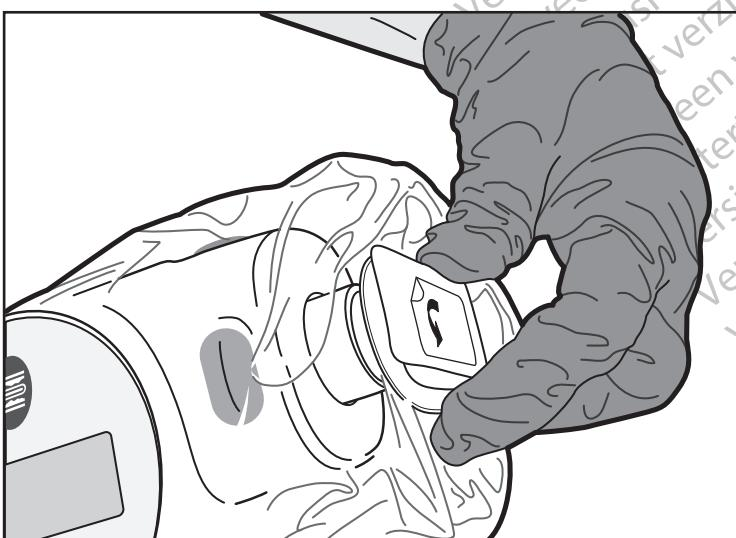
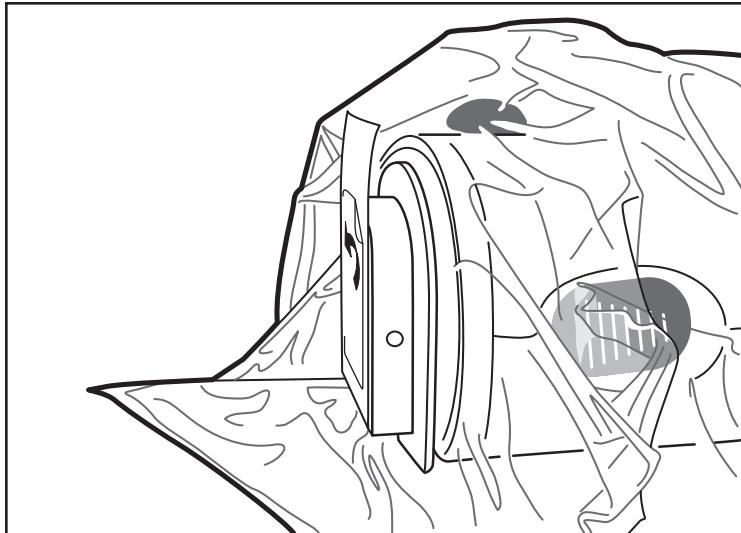

Figura 7. Unión de la placa frontal
Figura 8. Placa frontal unida
8. Para unir la bolsa a la unidad motora MDUS PLUS, el operador estéril debe alinear la placa frontal de la bolsa con la punta de la unidad motora MDUS PLUS (figura 7) y presionar suavemente a fin de asegurar la conexión. Asegúrese de que no queda material atrapado entre la placa frontal y la punta. Es normal que quede material sobrante de la bolsa alrededor y más allá de la conexión (figura 8).